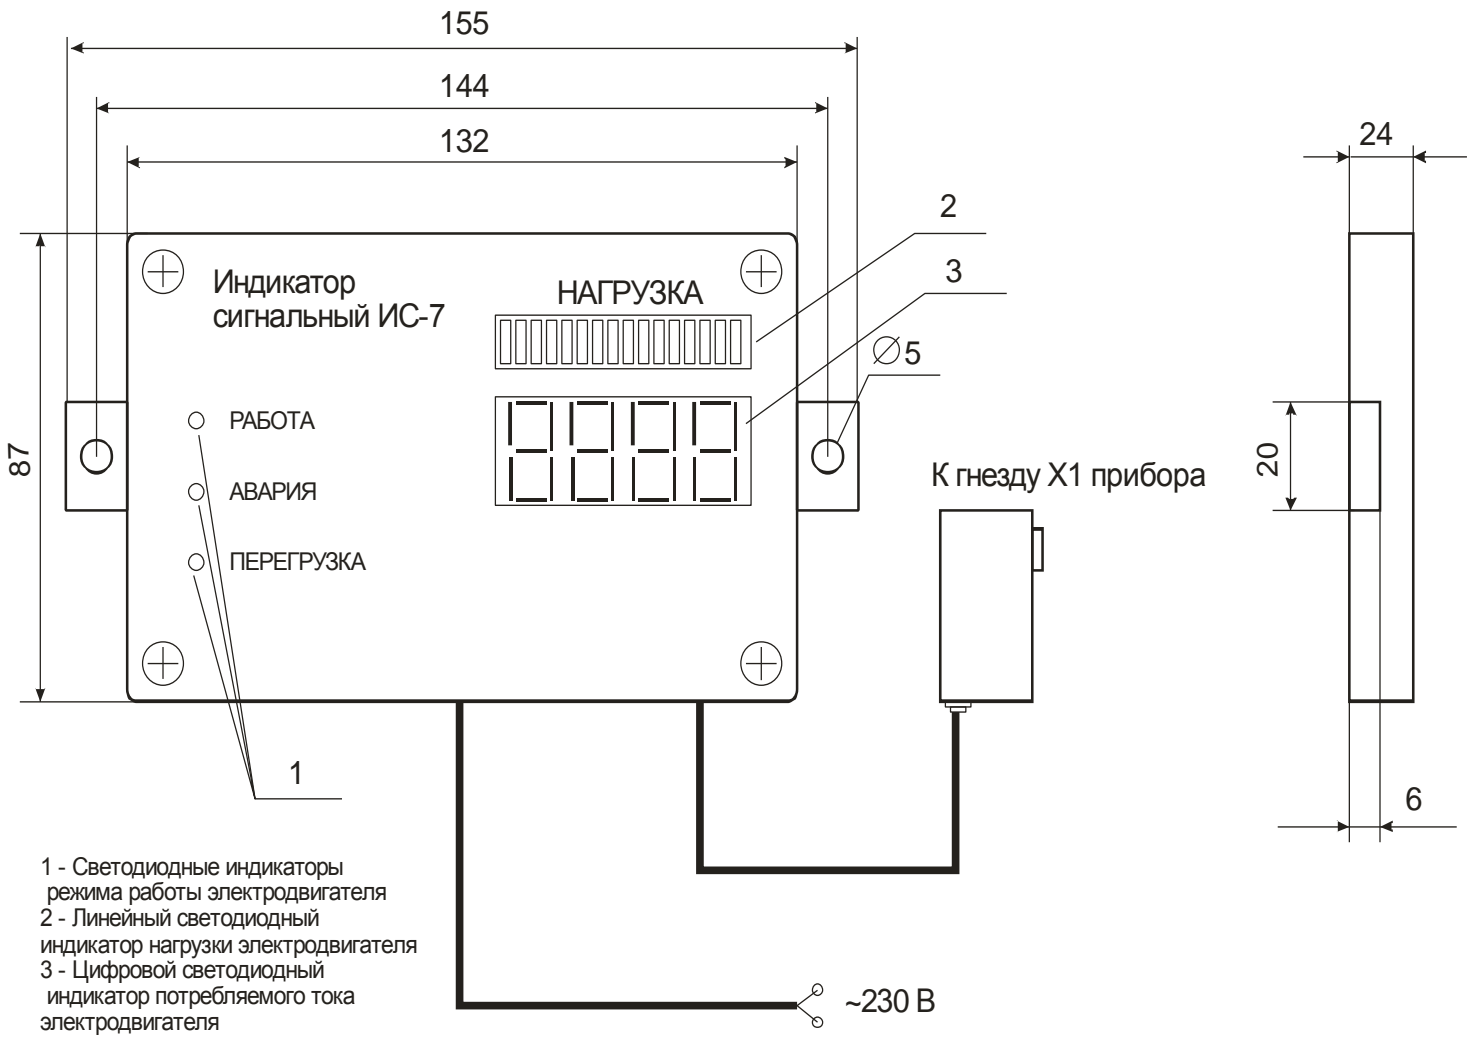

Рисунок 6 – Внешний вид и схема подключения индикатора сигнального ИС7
2.11 Модуль ИС7 (Индикатор сигнальный ИС7) (рис. 6,7) представляет собой панель, с расположенными на ней светодиодными индикаторами. Модуль обеспечивает удаленную индикацию и сигнализацию режима работы контролируемой электроустановки. Предназначен для установки на электрический щит (шкаф, место оператора). Модуль обеспечивает звуковую сигнализацию при возникновении аварийного режима.
Индикация нормального режима по току осуществляется индикатором “РАБОТА” панели (1 рис. 6). Если двигатель отключен, индикатор “РАБОТА” - не светится. Если двигатель включен, индикатор светится непрерывно. При аварийном срабатывании прибора защиты индикатор “РАБОТА” гаснет и включается индикатор "АВАРИЯ" (1 рис.6).
Индикатор «ПЕРЕГРУЗКА» (1 рис.6) — обеспечивает предупредительную сигнализацию (предаварийный режим). Панель обеспечивает отображение среднего тока по фазам $((I_a+I_b+I_c)/3)$ контролируемой электроустановки в цифровом виде (3 рис.6). Величина тока отображается в амперах, наличие точки в четвертом сегменте (последнем) свидетельствует об отображении тока в килоамперах.
Линейный светодиодный индикатор (2 рис.6) отображает нагрузку в виде процента от уставки по току перегрузки. Если уставка не установлена (равна нулю) - индикатор погашен.